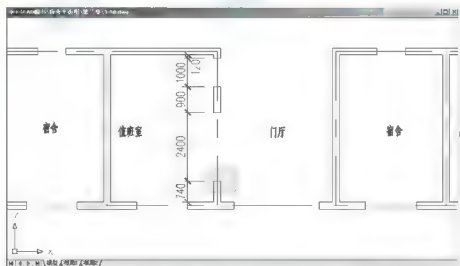
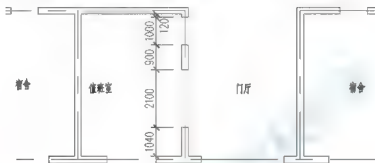

图 3.62 选择被拉伸的对象
图 3.63 改变窗洞口的尺寸
(1) 将视图调整至如图 3.62 所示的状态。
(2) 单击【修改】工具栏上的【拉伸】图标或在命令行输入“S”并按 Enter 键, 启动【拉伸】命令。
- ① 在**选择对象**: 提示下, 用交叉选方式选择如图 3.62 所示的“窗洞口”下侧的墙线。
- ② 按 **Enter** 键进入下一步。
- ③ 在**指定基点或位移**: 提示下, 在绘图区单击任意一点作为拉伸的基点。
- ④ 在**指定第二个点或 <使用第一个点作为位移>**: 提示下, 打开【正交】功能, 将光标垂直向上拖动, 输入“300”, 表示将“窗洞口”下侧的墙段向上加长 300mm, 那么“窗洞口”的宽度则向上减少 300mm。
- ⑤ 按 **Enter** 键结束命令, 结果如图 3.63 所示。
- 观察图 3.63, 可以理解尺寸标注和图形的联动关系, 将“窗洞口”的大小由“2400”修改成“2100”, 其尺寸标注也自动发生了变化。